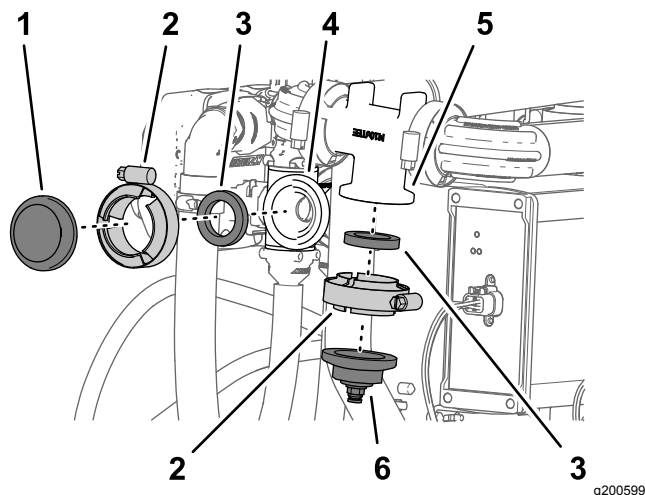

Рисунок 135
1. Снимите фланцевый хомут и прокладку, которые крепят плоскую крышку к фланцу клапана сопла 10 (Рисунок 135).
2. Снимите фланцевый хомут и прокладку, которые крепят крышку и штуцер трубки к фланцу коллектора расходомера (Рисунок 135).